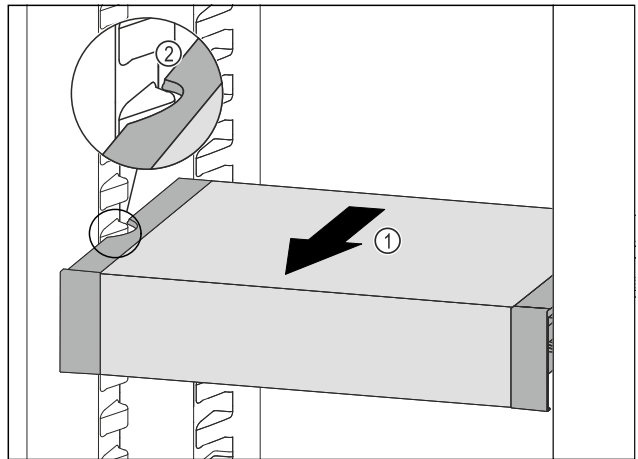

Fig. 92
- ▶ Изтеглете VarioSafe напред Fig. 92 (1), докато страничните прорези на VarioSafe се намират на височината на реброто на съда в хладилната част. Fig. 92 (2)